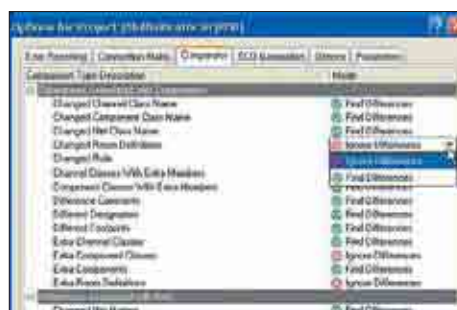

Рис. 18. Настройка компаратора проекта
2. Напротив каждой из этих строк в столбце Mode в выпадающем списке выберем режим Ignore Differences (игнорировать различия), как показано на рис. 18.